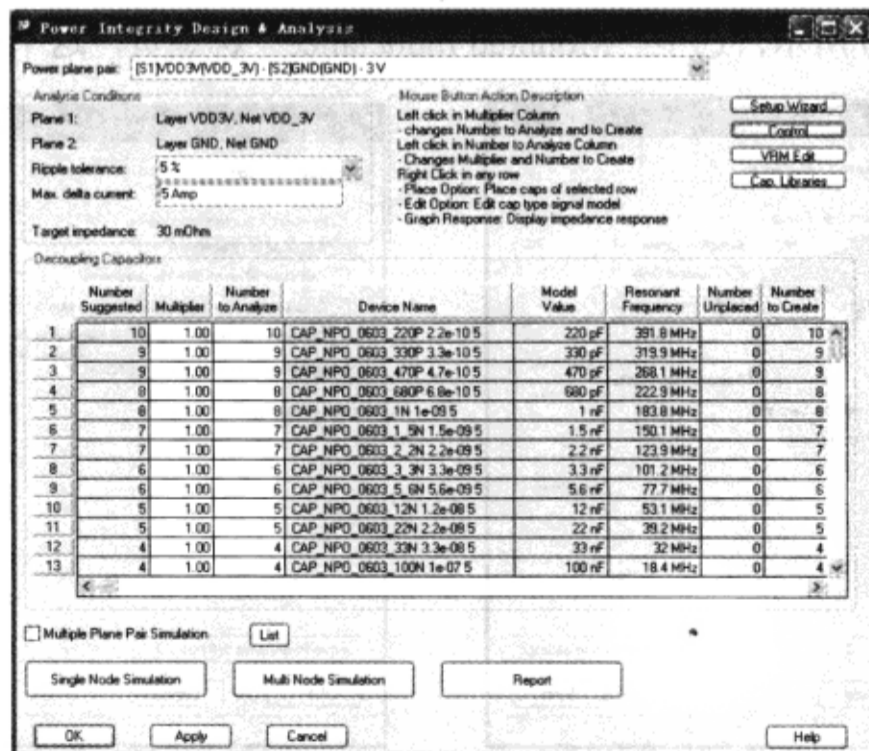

图 9-7-12 电源完整性设计分析窗口
(7) 单击“Save Preference Settings”按钮会保存当前所设置的参数。
(8) 在“Power Integrity Control”对话框中单击“OK”按钮，此时在对话框中所显示的谐振频率和第 8 章所显示的相同，如图 9-7-12 所示，原因是因为此时电源完整性工具使用 225pH 的默认贴装电感值来计算谐振频率。这个值并不是每个器件的实际贴装电感值，仅是一个估计值。使用电源完整性工具可快速的计算贴装电感值。